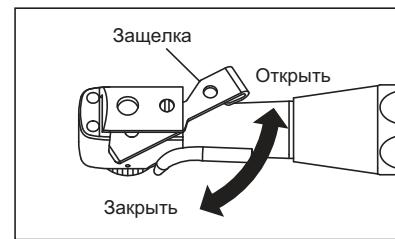

Рис. 2
- 1) Поверните защелку в положение «открыто» (см. Рис.2)